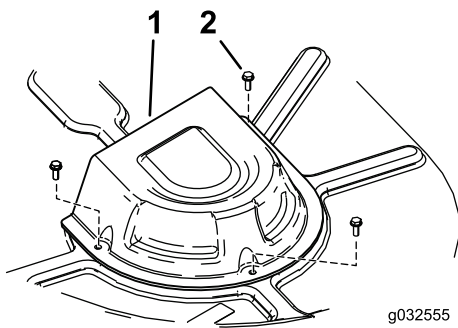

Bild 68
4. Entfernen Sie die Abdeckungen der Riemenscheibe ab (Bild 68).
8. Setzen Sie die Abdeckungen der Riemenscheibe auf (Bild 68).